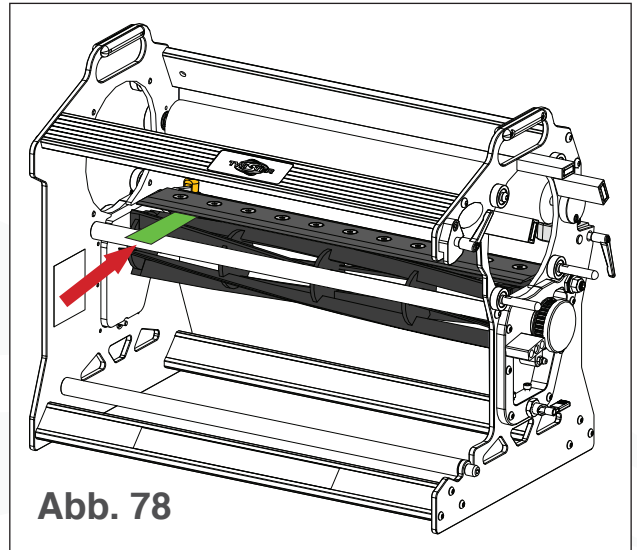

Abb. 78
5. Führen Sie an einem Ende der Klinge ein Stück Papier horizontal zwischen Klinge und Bettmesser ein (siehe Abb. 78).